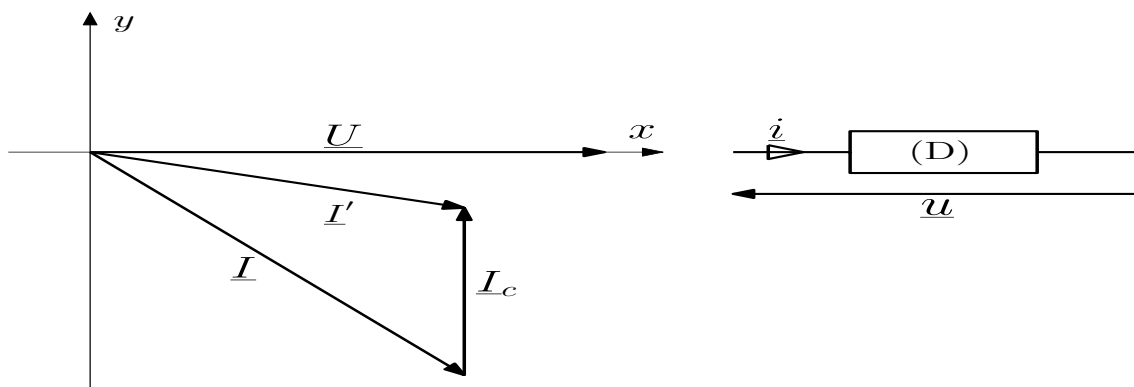

FIGURE 6 – Diagramme de Fresnel du relèvement de facteur de puissance.
*Question théorique* : Compléter la figure 6 avec des angles.
*Question théorique* : Montrer que la présence du condensateur dans le dipôle (D) augmente son facteur de puissance de  $\cos(\phi)$  à  $\cos(\phi')$ .
*Expériences* : Mesurer la puissance active  $P_a$  (au wattmètre) consommée par (D) et le facteur de puissance de (D), sans puis avec le condensateur de capacité  $C$ .